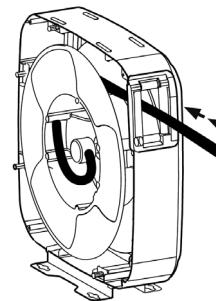

FIG 14.
4. Gently pull the hose and let it rewind (Fig. 14).
4. Dra försiktigt ut slangen tills spärren släpper och låt slangen rullas tillbaka på rullen (Fig. 14).